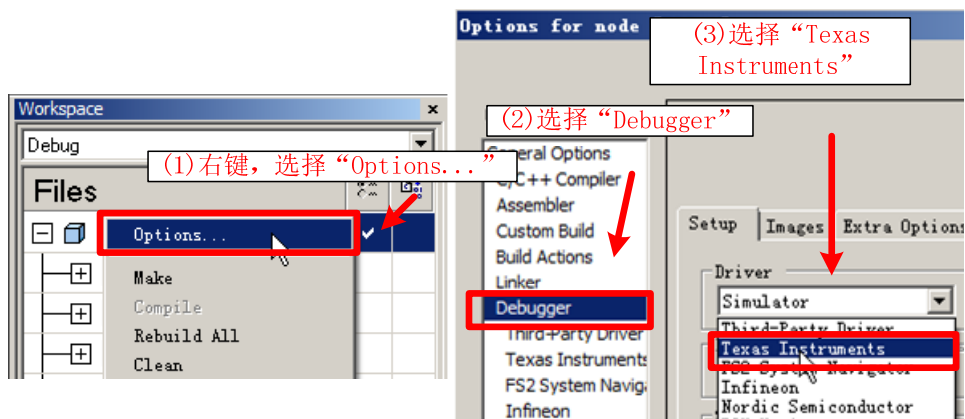

图 6.44 选择调试驱动
8. 在工程目录结构树中的工程名称上点击鼠标右键，选择“Options”，并在弹出的对话框中选择左侧的“Debugger”，并在右侧的“Driver”列表中选择“Texas Instruments”，如图 6.44所示；